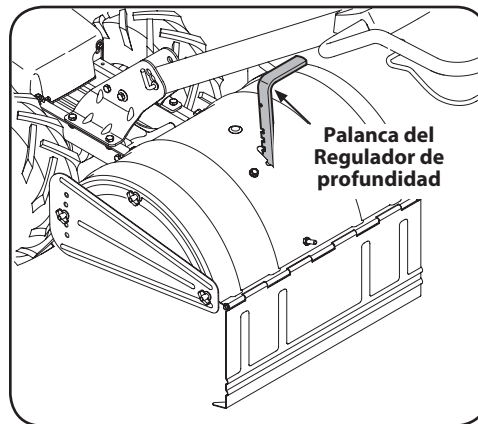

Figura 3-5
1. Con la cultivadora sobre suelo nivelado, tire de la palanca del regulador de profundidad hacia atrás y luego completamente hacia arriba hasta que quede enganchada la ranura de la posición más baja de la palanca. Vea la Figura 3-5.